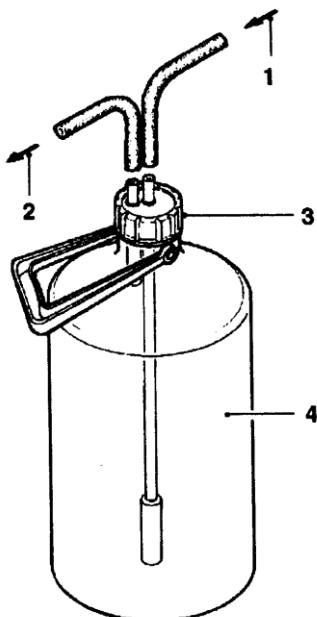

Рис. 16
- отсоедините шланг, идущий к воздушной пробке от фитинга смягчителя (см. Рис. 16);